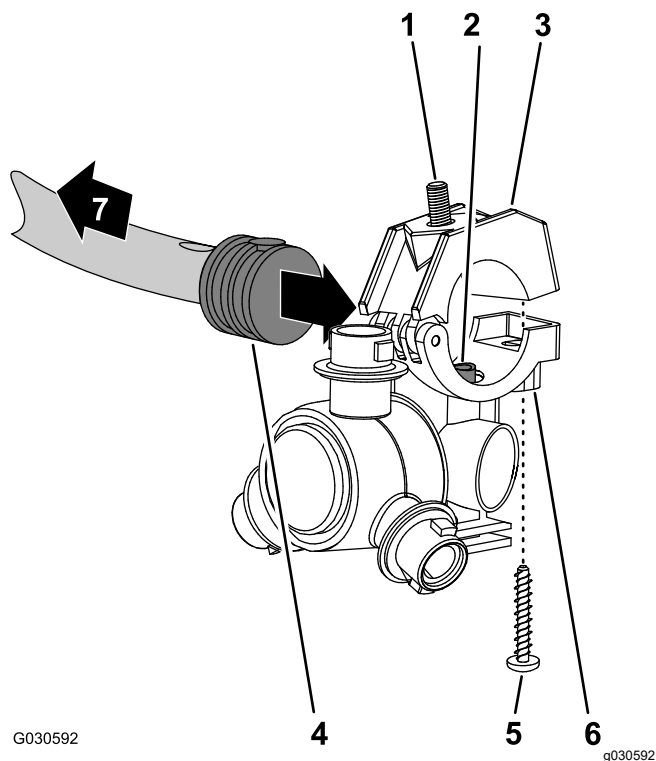

Рисунок 77
1. Возьмите распылительное сопло, снятое при выполнении пункта 12 Демонтаж шлангов распылительных сопел в системе с тремя секциями (страница 35), и совместите трубу для перекачивания в опоре сопла (Рисунок 77) с отверстием в боковой части хвостовика одностороннего шлангового штуцера типа «елочка» (½ дюйма).
- Установите верхнюю половину зажима поверх хвостовика штуцера типа «елочка» и закрепите половину зажима и корпус распылительного сопла (Рисунок 77) с помощью винта из нержавеющей стали (12 x 1¼ дюйма); затяните винт из нержавеющей стали с моментом от 226 до 282 Н·м.